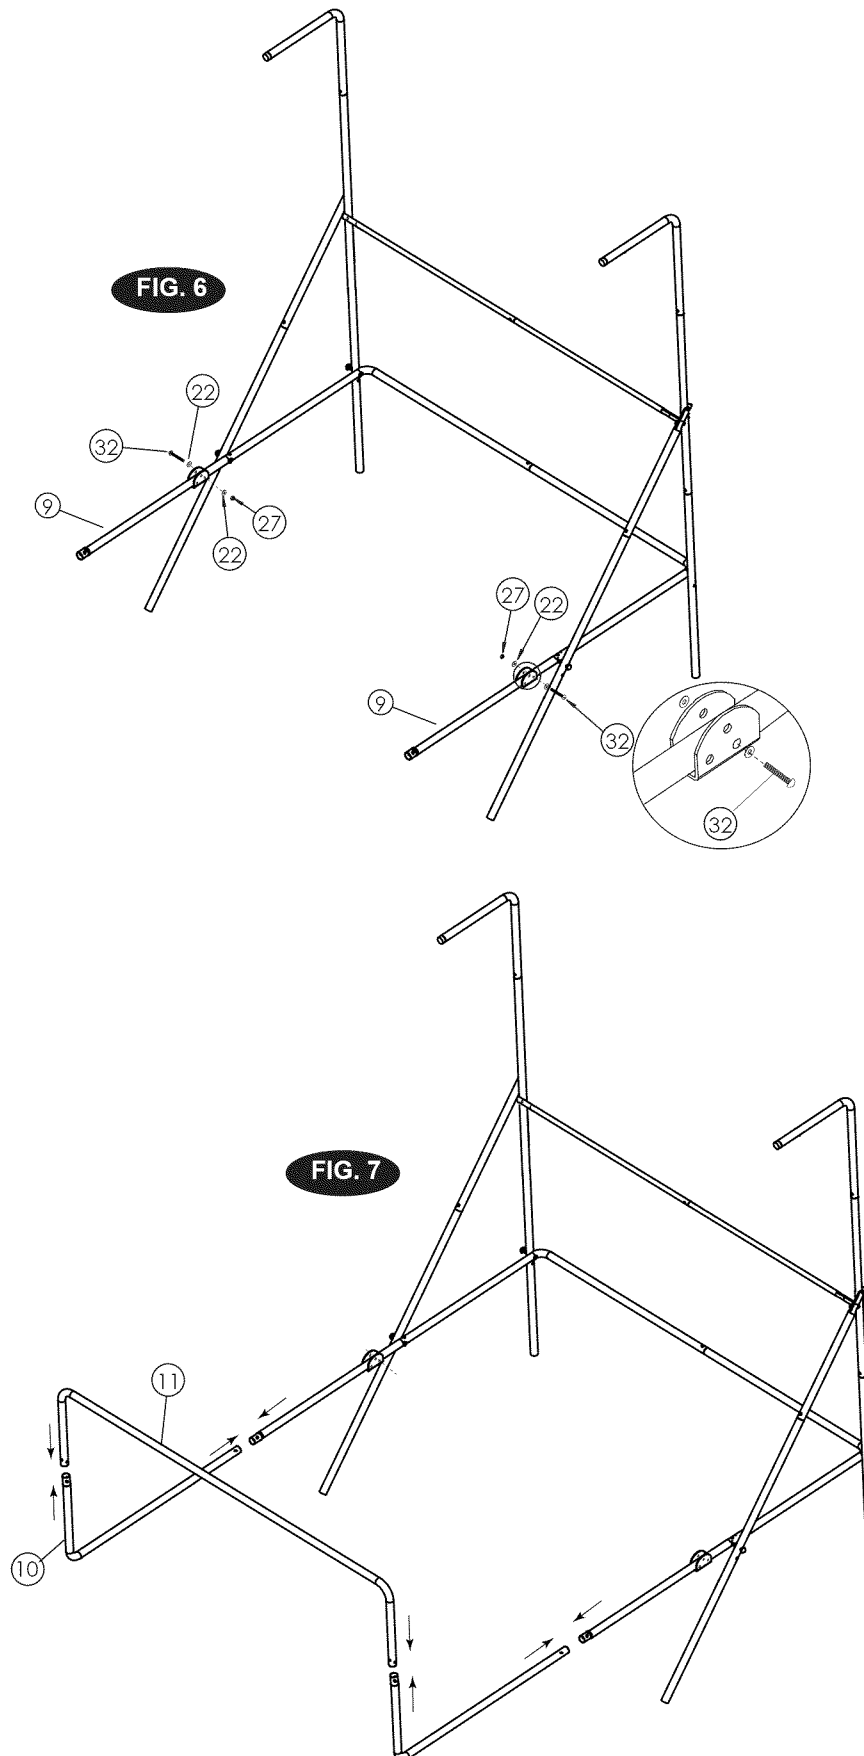

FIG. 8 & 9
11. Fije la Canasta montada (#17) y las Placas de Soporte de la Canasta (#18) al Tablero de la Canasata (#21) usando Pernos (#23), Arandelas (#22) y Tuercas (#27). Y luego Fije el Interruptor y Paleta pre-montada (#15) al Tablero de la Canasta (#21) usando Pernos (#23), Arandelas (#22) y Tuercas (#27). Asegúrese que haya puesto arandelas en ambos lados del tablero de la canasta como indicado en FIG.8.